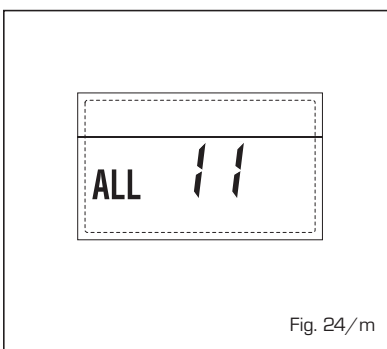

Fig. 24/m
**- ANOMALIA CONFIGURAZIONE "ALL 12"** (fig. 24/n)